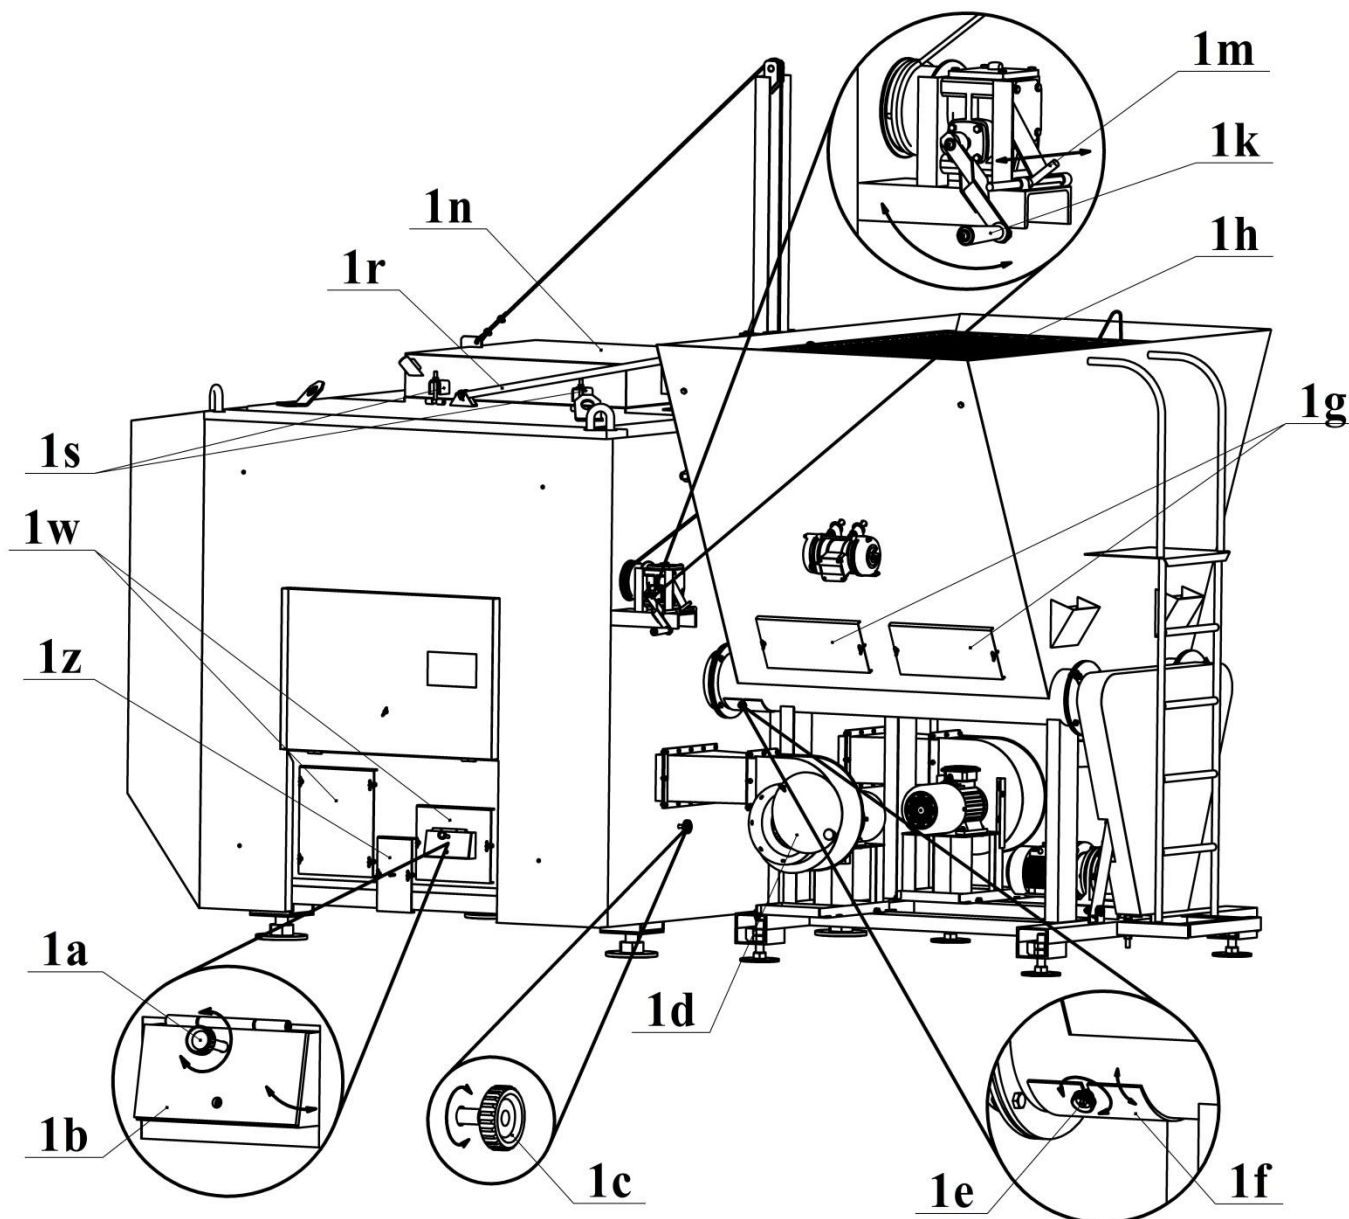

Рисунок 1 – Схема для пояснення роботи теплогенератора:
1.1 Перед запуском теплогенератора обов'язково оглянути бункер й переконатися у відсутності сторонніх предметів і наявності та правильності розташування калібруючої сітки 1h (див. рисунок 1).